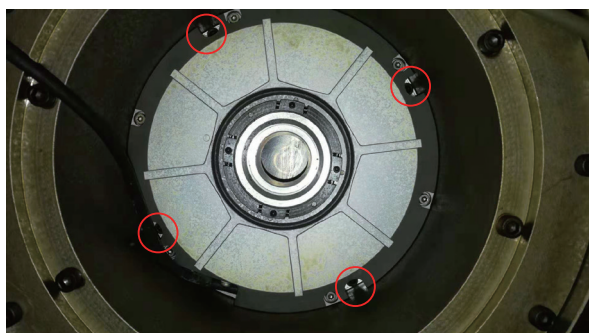

图3 圆光栅固定螺栓
3) 拆卸转台的圆光栅时，拆卸带有红圈标记的固定螺栓后（见图3），取出转台的圆光栅。需要注